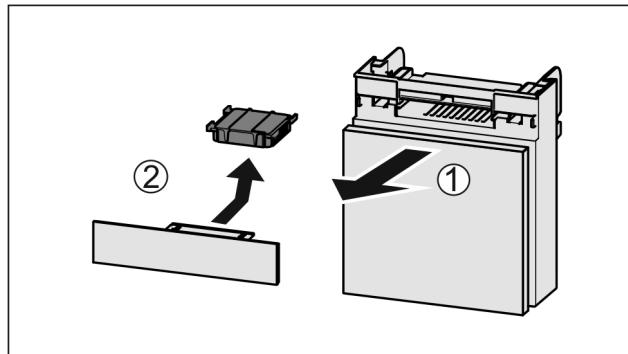

Fig. 118
- ▶ Predal izvlecite Fig. 118 (1) naprej.
- ▶ Odstranite Fig. 118 (2) aktivni ogleni filter.